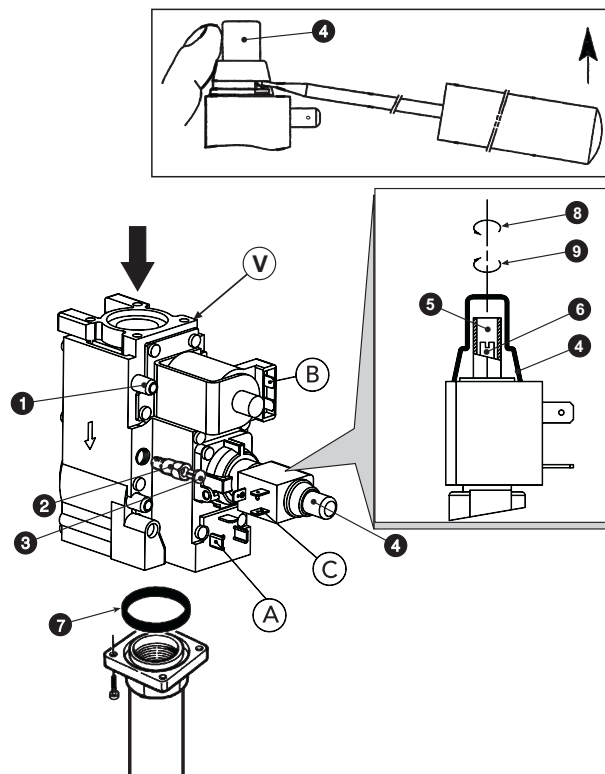

рис. 4 - Перенастройка котла на другой вид газа
Операции регулировки давления должны выполняться при работающем котле с помощью соответствующих регуляторов, установленных на 2-ступенчатых газовых клапанах (см. рис. 4)
3. Снимите защитный колпачок регулятора давления 4 на рис. 4.
1. Медленно поверните ручку регулировочного термостата по часовой стрелке до 1-го щелчка; таким образом обеспечивается подача электропитания на клапаны А и В газового клапана (см. рис. 4).
2. Регулируйте давление с помощью винта 6 на рис. 4, используя данные, приведенные в таблице технических данных в пар. 5.3.
1. Поверните ручку термостата регулировки до максимума; таким образом обеспечивается подача электропитания на клапаны А, В и С газового клапана (см. рис. 4).
2. Регулируйте давление с помощью винта 5 на рис. 4, используя данные, приведенные в таблице технических данных в пар. 5.3.
2. Снимите с газового клапана колпачок 3 (рис. 4), установите на клапан регулятор "STEP" зажигания 2, находящийся в комплекте перенастройки, и наденьте на него колпачок 3.
Осуществляется выполнением описанных выше операций, сняв регулятор зажигания "STEP" 2 на рис. 4 с газового клапана и установив колпачок 3 непосредственно на клапан.